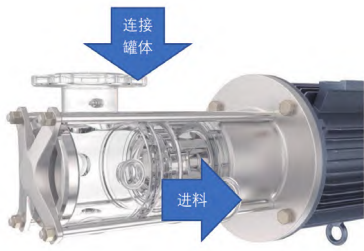

图 2 均质系统示意图
- (1) 粉料投入时易团聚，团聚后粘附在搅拌桨上无法溶解；
- (2) 有效成分占比很小，难以保证在罐内已被充分均匀分散；
- (3) 密封失效无法察觉，一旦发生整个罐内物料可能无法使用，甚至报废；
- (4) 乳化机内部搅拌结构复杂，缝隙多，高粘度的物料难以彻底清洁；
- (5) 物料加热时容易产生温度过冲现象，罐体内上下层物料温差有时可能大于 10℃，严重影响产品质量。
上述 (1) 问题的解决阐述如下：采用均质系统定转子的特殊构型，乳化机的进料方式采取底部吸入法。吸入后的原料快速与罐内的原料混合后被立即吸入罐体中定子、转子所组成的均质系统内，物料通过均质系统后得到充分的分散，使得投入时易团聚的粉料在均质系统内被均质打散后与液体料一起排出。均质系统结构如图 2 所示。